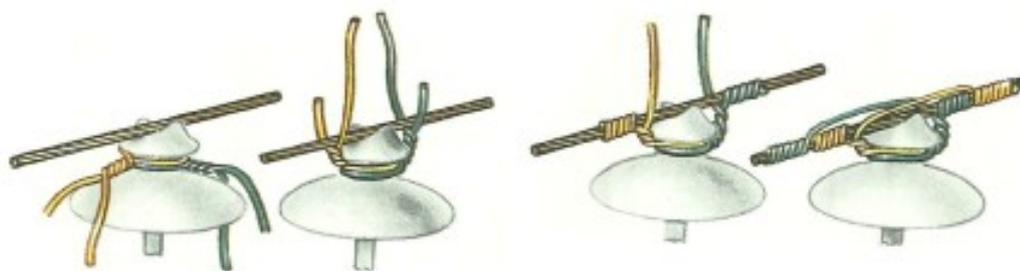
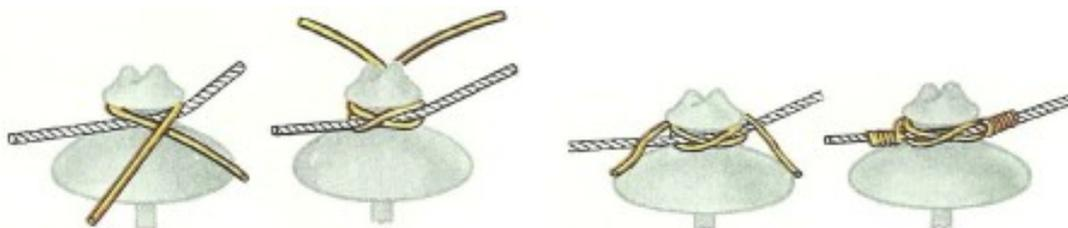
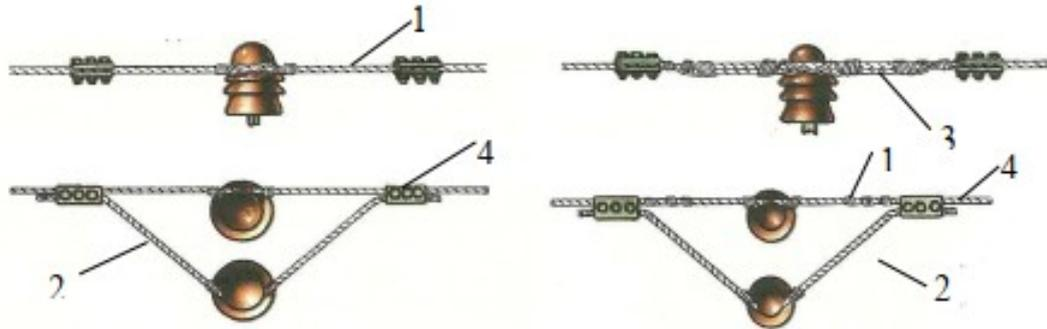

Рисунок 2.1.1. - Крепление проводов к штыревым изоляторам на прямом участке линии
Рисунок 2.1.2. - Крепление проводов к штыревым изоляторам в местах изменения направления линии.
Рисунок 2.1.3. - Двойное и двойное рессорное крепление проводов
На прямом участке линии провода прикрепить к головке или шейке изолятора со стороны опоры (рисунок 2.1.1.). При изменении направления линии, в месте поворота, провода крепить к шейке изолятора со стороны угла (рисунок 2.1.2). Двойное рессорное крепление (рисунок 2.1.3) выполнить на участках, подверженных автоколебаниям проводов. Вязка должна быть выполнена проволокой диаметром не менее 3,5 мм из того же материала, что и основной провод.
1. Изучить рисунок 2.1.1 и определить последовательность технологической операции на прямом участке. Зарисовать этапы крепления в отчет и пояснить каждый этап.
2. Изучить рисунок 2.1.2 и определить последовательность технологической операции в местах изменения направления линии. Зарисовать этапы крепления в отчет и пояснить каждый этап.